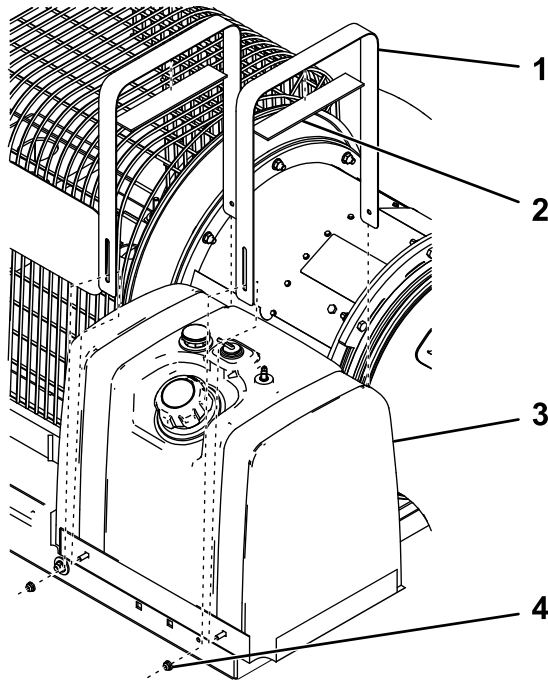

Bild 6
5. Befestigen Sie die Pads an den Bändern des Kraftstofftanks (Bild 6).
6. Befestigen Sie den neuen Kraftstofftank an der Auflageplatte mit den neuen Bändern und befestigen Sie dieses mit vier Bundmutter (1/4"), wie in Bild 6 abgebildet.